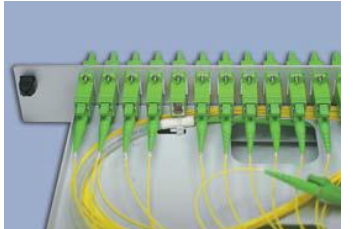

Bild 9
- Zur Befestigung werden die Bündeladern am unter Punkt 3.2. vorbereiteten mit Gewebepband verstärkten Punkt mit einem Kabelbinder am Haltepunkt befestigt (**Bild 9**). Je nach Bestückung der Frontblende kann es hierzu erforderlich sein, einen oder mehrere Stecker und/oder Kupplungen vorübergehend zu entfernen.
- Als Beispiel ist hier die Verlegung bei Verwendung einer Standard-Spleißkassette dargestellt. Zum Schutz der Faser kann zur Führung auf die Spleißkassette ein Wellenschlauch verwendet werden. Die Länge vom Haltepunkt (vgl. **Bild 9**) bis zur Eintrittskante in die Spleißkassette beträgt hier 33cm.